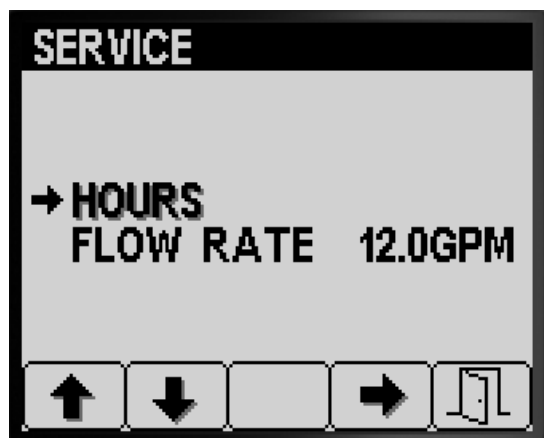

Figure 80
- Appuyez sur le bouton 1 ou 2 de l'écran Entretien jusqu'à ce l'option HOURS (heures) soit atteinte (Figure 80).
2. Appuyez sur le bouton 4 pour sélectionner l'option Hours (Figure 80).